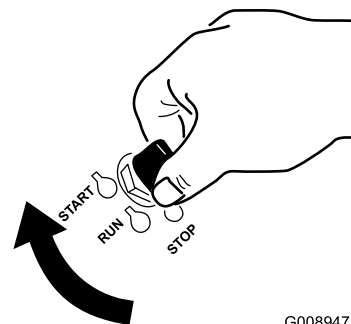

Figura 18
1. Girate la chiave di accensione in posizione AVVIO (Figura 18).
5. Girate la chiave di accensione in posizione START (Figura 18). Rilasciatela quando il motore si accende.